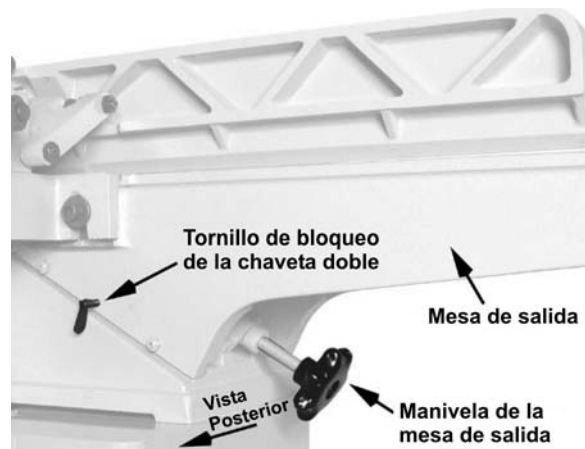

Figura 22
- Afloje ambos tornillos de bloqueo de la chaveta doble (Figura 22).
- Bloquee la *mesa de salida* a esta altura ajustando el tornillo de bloqueo de la chaveta doble (Figura 22). El ajuste de la mesa de salida está terminado.